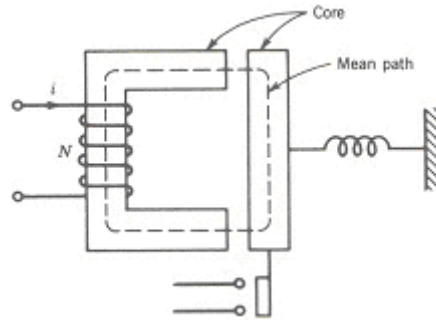

Figura 8 – Circuito magnético para o exercício 7.
7) Na Figura 8, a bobina possui 500 espiras e o caminho médio do núcleo é de $l_n = 360\text{mm}$. Quando o comprimento do GAP de ar for de $1,5\text{mm}$ cada, a densidade de fluxo vale $0,8\text{T}$. O material do núcleo é aço fundido (cast steel). Calcule: